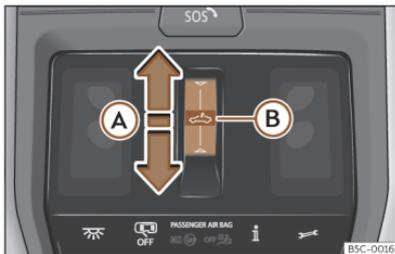

Fig. 82 En el revestimiento interior del techo: tecla del techo de cristal.
- **Movimiento automático:** deslice el dedo hacia atrás sobre el área funcional  >>> **fig. 82** **(A)**.
- Antes de que transcurran aprox. 5 segundos desde la activación de la función antiaprisionamiento, deslice el dedo hacia delante sobre el área funcional  >>> **fig. 82**  y mantenga presionado hasta que el techo se cierre completamente.